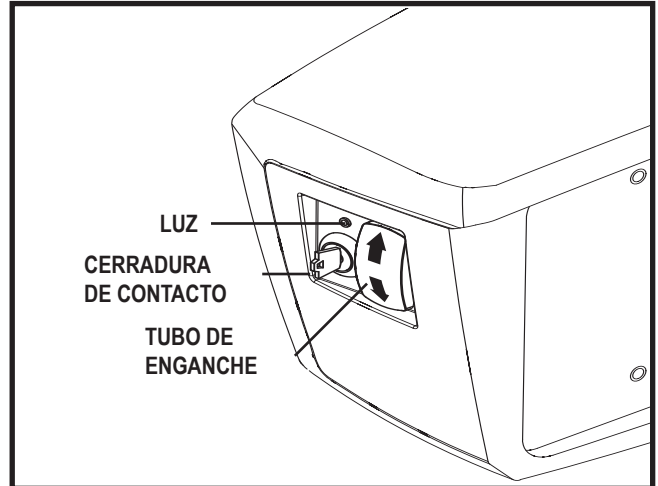

Figura 14. Funcionamiento de la cerradura de contacto y el interruptor
2. Utilice el interruptor de palanca para subir o bajar la plataforma. **Ver figura 14.**